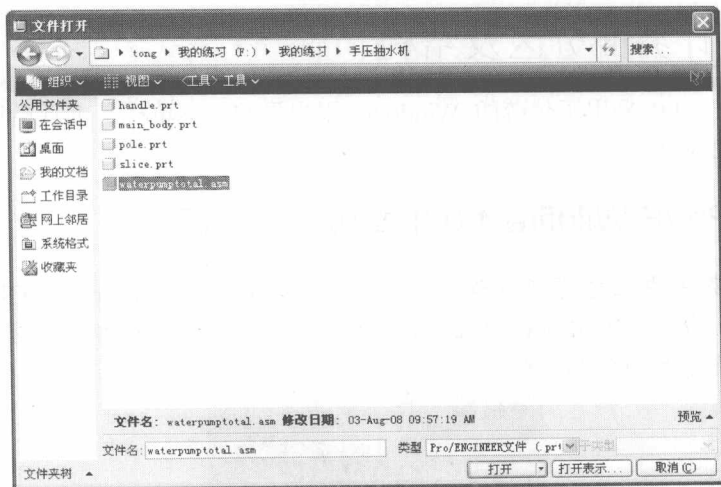

图1-3
2. 选择菜单命令【文件】/【打开】或单击  按钮，打开【文件打开】对话框，如图 1-3 所示。